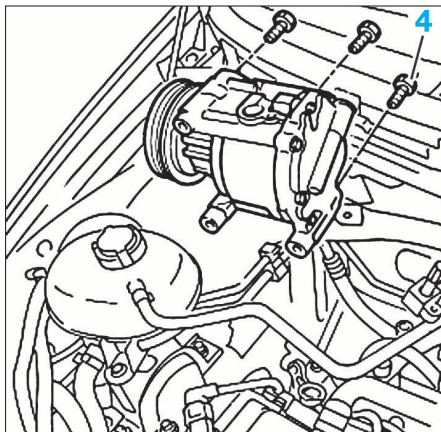

FIG. 28
- Déposer les vis de fixations (4), puis extraire le compresseur (Fig.28).